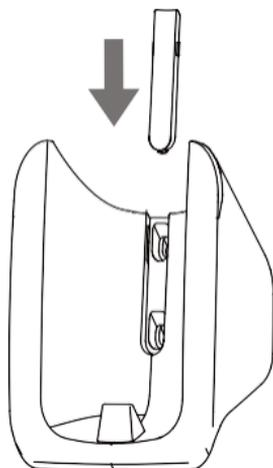

Abbildung 2.4
2) Stecken Sie die Schraubenblende über den Schrauben in die Halterungsabdeckung (siehe Abbildung 2.4).